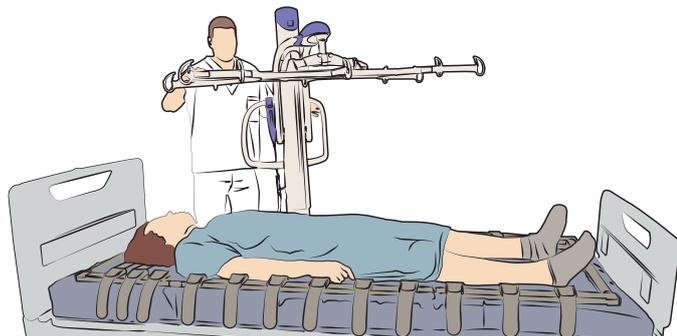

Fig. 10
1. Avvicinare il sollevatore al paziente. Vedere fig. 10.